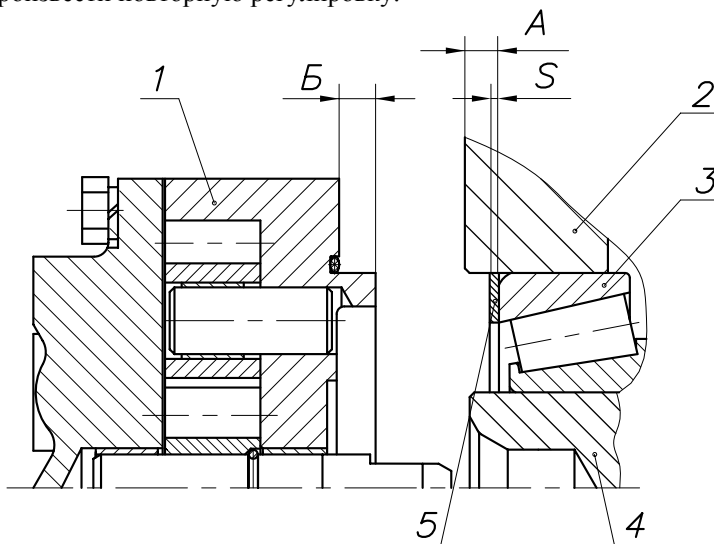

Рис.107:
5.1 Установить в расточку картера коробки передач наружное кольцо переднего подшипника промежуточного вала, после чего измерить абсолютную величину размера А (между торцами картера и наружным кольцом подшипника) рис. 107. При этом, наружное кольцо заднего подшипника промежуточного вала должно быть плотно (под усилием собственного веса вала) прижато к торцу проставки демультипликатора, а наружное кольцо переднего подшипника - к роликам. Перед замером промежуточный вал повернуть не менее пяти оборотов.